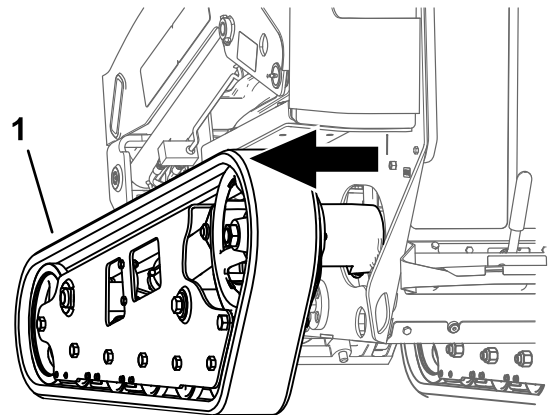

Bild 7
7. Schieben Sie mit einem Hebezeug oder Gabelstapler mit einer Hebekapazität von über 181 kg, die Kettenbaugruppe etwa 15 cm aus dem Rahmen heraus, wie in Bild 7 dargestellt.